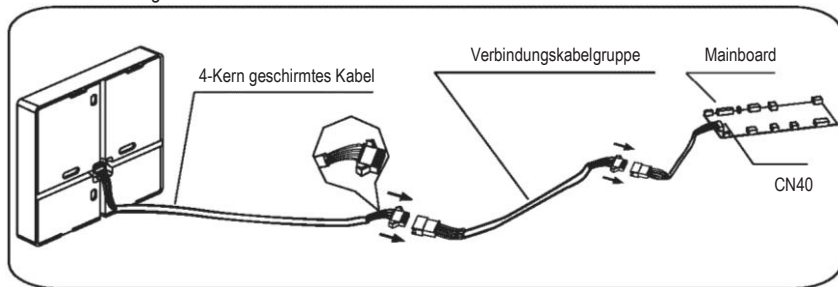

Abb. 3-3
- Feder-Nut-Steckverbindung der Kabelgruppe des Mainboards mit der Gruppe der Verbindungskabel. (Siehe Abb. 3-3)
- Verbinden Sie das andere Ende der Verbindungskabelgruppe mit der Kabelgruppe des kabelgebundenen Bedienteils. (Siehe Abb. 3-3)